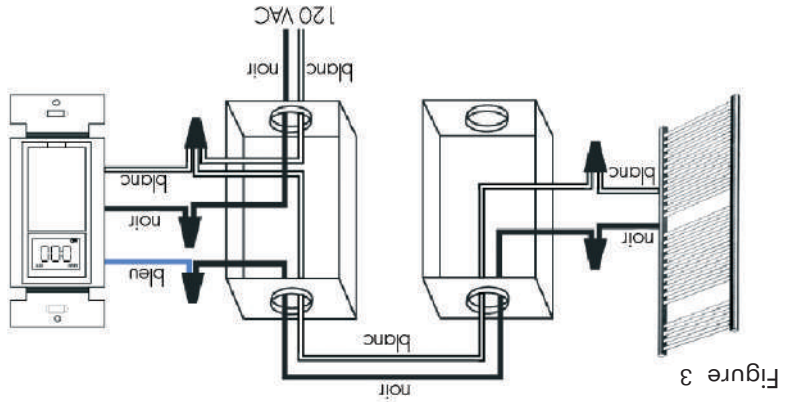

Figure 3
Exigences générales (voir figure 3)
2. Effectuez toutes les connexions électriques comme indiqué sur la figure 3.